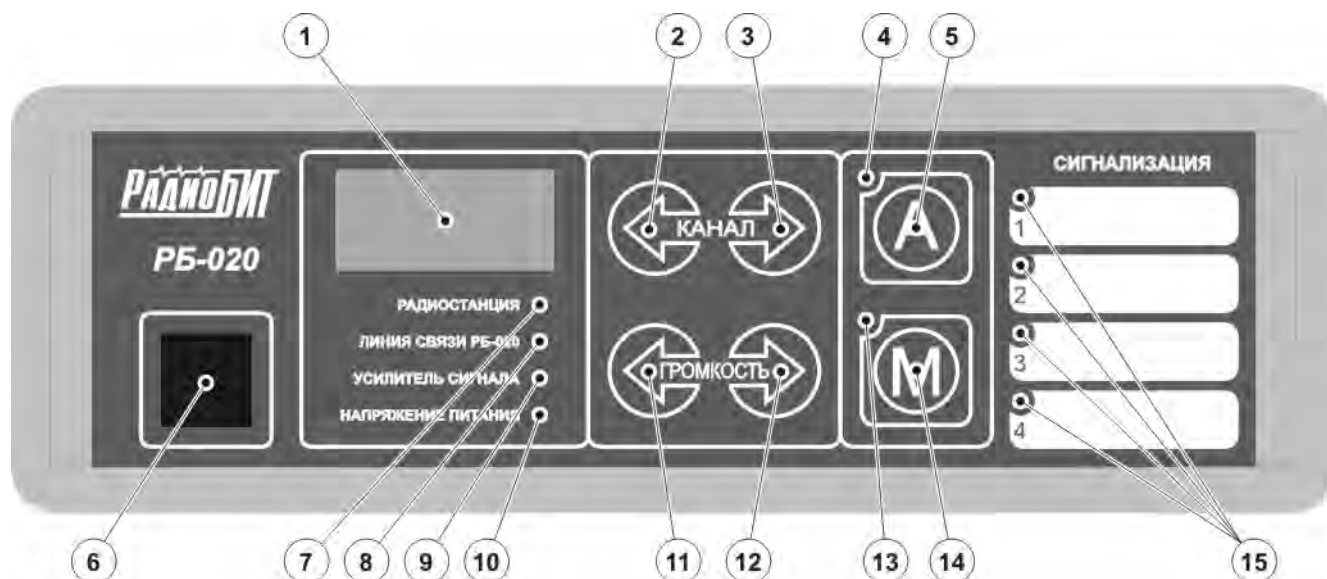

Рисунок 1. Передняя панель Пульта Оператора
В режиме «приём» Система находится когда кнопка РТТ на тангенте или выносном микрофоне не нажата. Индикатор 7 (Рисунок 1) светится зелёным цветом; в случае, когда уровень высокочастотной «несущей» в канале превышает порог шумоподавителя радиостанции — жёлтым. Индикатор 7 (Рисунок 1) мигает красным цветом если нажата кнопка РТТ тангенты, подключенной непосредственно к радиостанции.
М: Индикатор 7 (Рисунок 1) мигает красным цветом — один из параллельных Пультов Оператора находится в режиме «передача».
Для изменения уровня громкости аудио сигнала используйте кнопки 11 и 12 (Рисунок 1). Нажмите кнопку 11 для уменьшения уровня громкости или кнопку 12 для увеличения. Текущий уровень громкости отображается на многофункциональном дисплее в течение двух секунд после последнего нажатия на кнопку и сохраняется в энергонезависимой памяти. Если значение уровня громкости было установлено меньше 03, то после включения источника питания Пульта Оператора значение уровня громкости автоматически устанавливается равным 03.
Для переключения частотного канала используйте кнопки 2 и 3 (Рисунок 1). Нажмите кнопку 2 для переключения на предыдущий канал или кнопку 3 для переключения на следующий. Номер текущего частотного канала отображается на многофункциональном дисплее. Нахождение на канале экстренной (аварийной) связи отмечается на индикаторе 4 (Рисунок 1) — светится красным светом.
В режиме «приём» нажмите кнопку 5 (Рисунок 1) для переключения на канал экстренной (аварийной) связи. Нахождение на канале экстренной (аварийной) связи отмечается на индикаторе 4 (Рисунок 1) — светится красным светом. Возврат на рабочий канал осуществляется повторным нажатием кнопки 5 (Рисунок 1) или Вы можете использовать кнопки переключения канала 2 и 3 (Рисунок 1).
В режиме «приём» нажмите кнопку 14 (Рисунок 1) — состояние изменится на противоположное. Включение функции «Монитор» радиостанции отмечается на индикаторе 13 (Рисунок 1) — светится жёлтым светом.
В режиме «передача» Система находится когда кнопка РТТ на тангенте или выносном микрофоне нажата. Индикатор 7 (Рисунок 1) светится красным цветом.
М: Индикатор 7 (Рисунок 1) мигает красным цветом — один из параллельных Пультов Оператора находится в режиме «передача», Ваш Пульт Оператора, не смотря на то, что кнопка РТТ на тангенте или выносном микрофоне может быть нажата, находится в режиме «приём».
Выключите блок питания Пульта оператора. Соедините Контроллер радиостанции и Пульт Оператора (радиостанция может быть не подключена), соединение может быть осуществлено посредством соединительного кабеля, входящего в комплект. Включите питание Контроллера Радиостанции. Нажмите и удерживайте две кнопки на Пульте Оператора — 2 и 5 (Рисунок 1). Включите блок питания Пульта Оператора. После двухтонального звукового сигнала отпустите обе кнопки.
- 2 и 3 (Рисунок 1) для изменения номера параметра программирования;
- 5 (Рисунок 1) для изменения режима индикации — номер параметра/значение параметра;
- 11 и 12 (Рисунок 1) для изменения уровня громкости в режиме индикации номера параметра и для изменения значения параметра в режиме индикации значения параметра;
- 14 (Рисунок 1) для записи нового значения выбранного параметра в энергонезависимую память устройства.
Режим индикации значения параметра отмечается на индикаторе 4 (Рисунок 1) — светится зелёным светом.
Свечение индикатора 13 (Рисунок 1) красным светом означает, что значение выбранного параметра изменено, но не сохранено.
Изменения значения выбранного параметра, не подтверждённые нажатием кнопки 14 (Рисунок 1), в энергонезависимую память не заносятся и утрачиваются при выборе другого параметра или выключении питания.
В режиме «программирование» на индикаторах 15 (Рисунок 1) Пульта Оператора отображается текущее состояние охранных шлейфов без фиксации событий «неисправность» и «тревога». Звуковой сигнал отсутствует.
В режимах «приём» и «передача» осуществляется фиксация изменения состояния охранных шлейфов. События «неисправность» и «тревога» для привлечения внимания оператора сопровождаются звуковым сигналом «сирена», который продолжается до реакции оператора — нажатие на любую кнопку передней панели Пульта Оператора. Изменившееся состояние охранного шлейфа отмечается «миганием» соответствующего индикатора группы 15 (Рисунок 1).